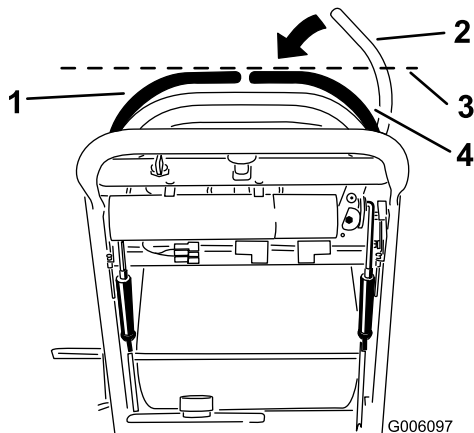

Bild 43
3. Drücken Sie den rechten Fahrtriebshebel nach unten und außen aus der arretierten Neutral-Stellung (Bild 43).
4. Prüfen Sie, ob er horizontal mit dem linken Fahrtriebshebel ausgerichtet ist (Bild 43).